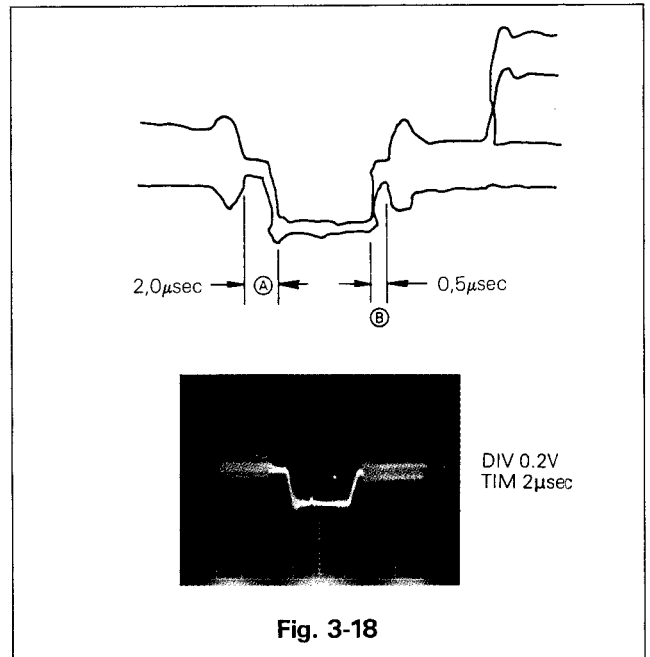

Fig. 3-18
- Régler VR6A2 (Fig. 3-18) pour que la durée A soit 2.0 µsec, et régler VR6A3 pour que la durée B soit 0.5 µsec.